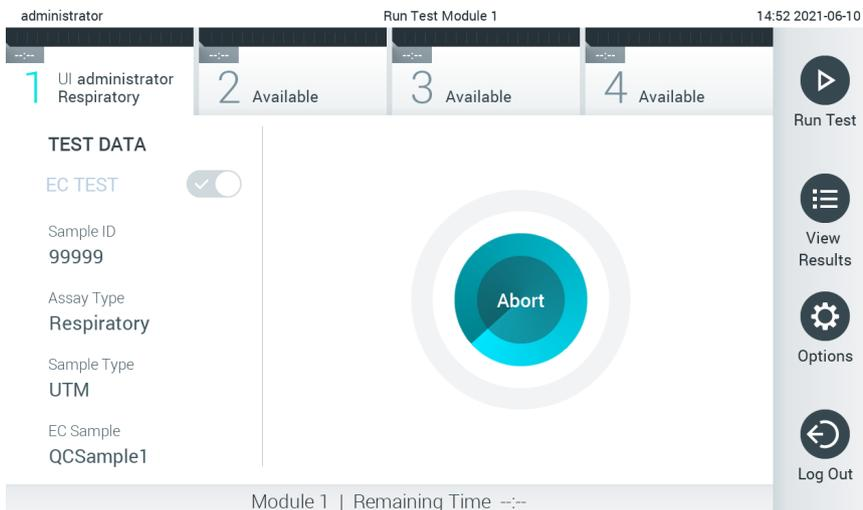

図 95.検査の実行と検査残り時間の表示。
10. QIAstat-Dx Analyzer 1.0 が QIAstat-Dx アッセイカートリッジを検出すると、カートリッジエントランスポートの蓋が自動的に閉じて検査が開始します。それ以上の操作は必要ありません。検査の実行中は、検査残り時間がタッチスクリーンに表示されます（図 95）。